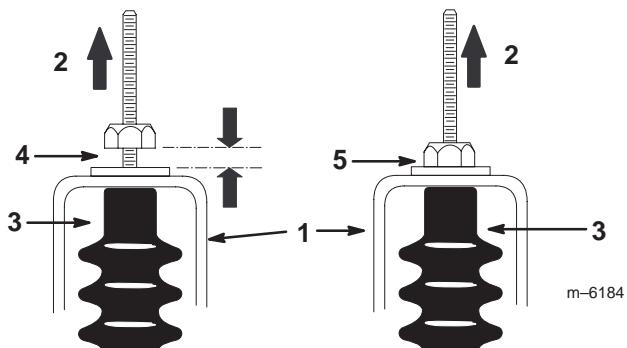

**Figure 18**
Lors des entretiens courants et/ou des diagnostics du moteur, vous devez placer la boîte-pont au point mort (Fig. 18). La position point mort de l'inverseur de marche commande le point mort de la boîte-pont. Procédez comme suit pour vérifier que le point mort de l'inverseur de marche actionne correctement le point mort de la boîte-pont :
2. Vérifiez que la patte de réglage du point mort est à la position point mort (horizontale) en tournant l'embrayage (Fig. 18). Le véhicule ne doit pas avancer ni reculer. Si le véhicule se déplace, placez la patte de réglage du point mort à la position point mort.
3. Serrez un des contre-écrous (Fig. 18) juste assez pour éliminer le mou du câble de sélection de sens de marche.